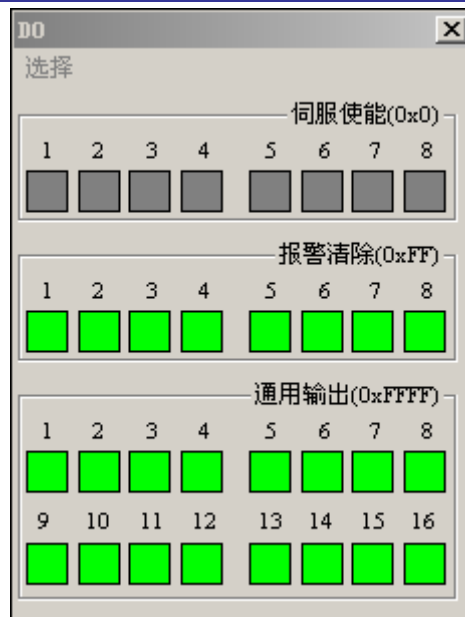

图 4-21 数字量输出对话框
- (1) 在 MCT2008 软件主界面点击菜单“视图”->“数字量输出”，将会弹出数字量输出 DO 模块对话框，如图 4-21 所示；